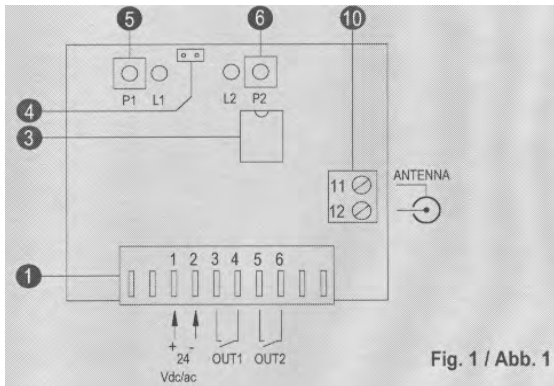

Fig. 1 / Abb. 1
- Fig. 1** Receptor de acoplamiento TANGO SR / NOIRE SR